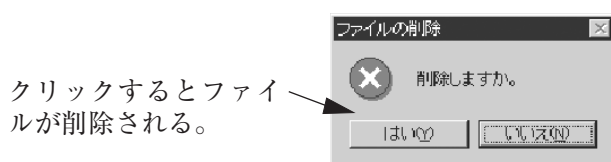

図63
- ① 画面上部メニューの「ファイル(F)」をクリックし、「データベース(F)」を選び、「ファイルの削除(D)」を選び再度クリックします。
- ② 削除するファイルが格納されているディスク及びフォルダをドロップダウンリストにて選択します。
- ③ 削除するファイルをクリックし、選択します。「ファイル名(N)」を確認し、「開く(O)」ボタンをクリックします。なお、削除できるファイル名は拡張子が「.ovu」のものに限ります。
- ④ クリック後選択したファイルが開かれます。図63のようなメッセージボックスが現れますので、削除する場合は「はい(Y)」ボタンを、削除しない場合は「いいえ(N)」ボタンをクリックします。「はい(Y)」をクリックするとファイルが削除されます。